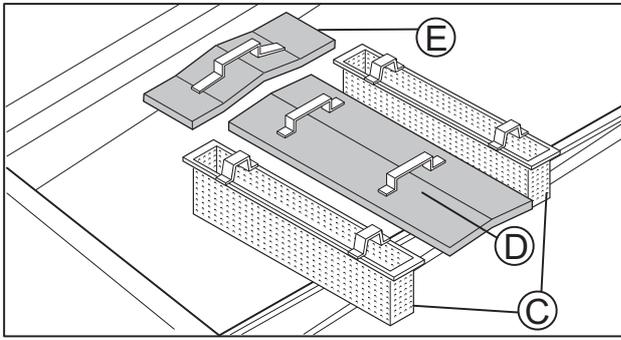

Abbildung 24 Beckensieb
- Die Beckensiebe "C" - "D" - "E" entfernen (Abbildung 24).